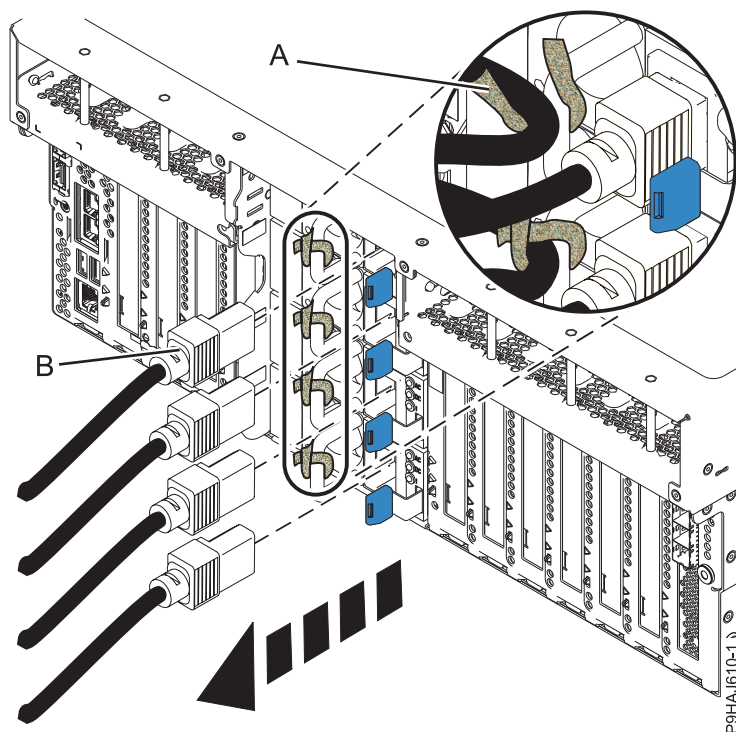

Figure 40. Retrait des cordons d'alimentation d'un serveur monté en armoire
3. Étiquetez et déconnectez les cordons d'alimentation de l'unité centrale. Voir figure 40 ou figure 41, à la page 57.